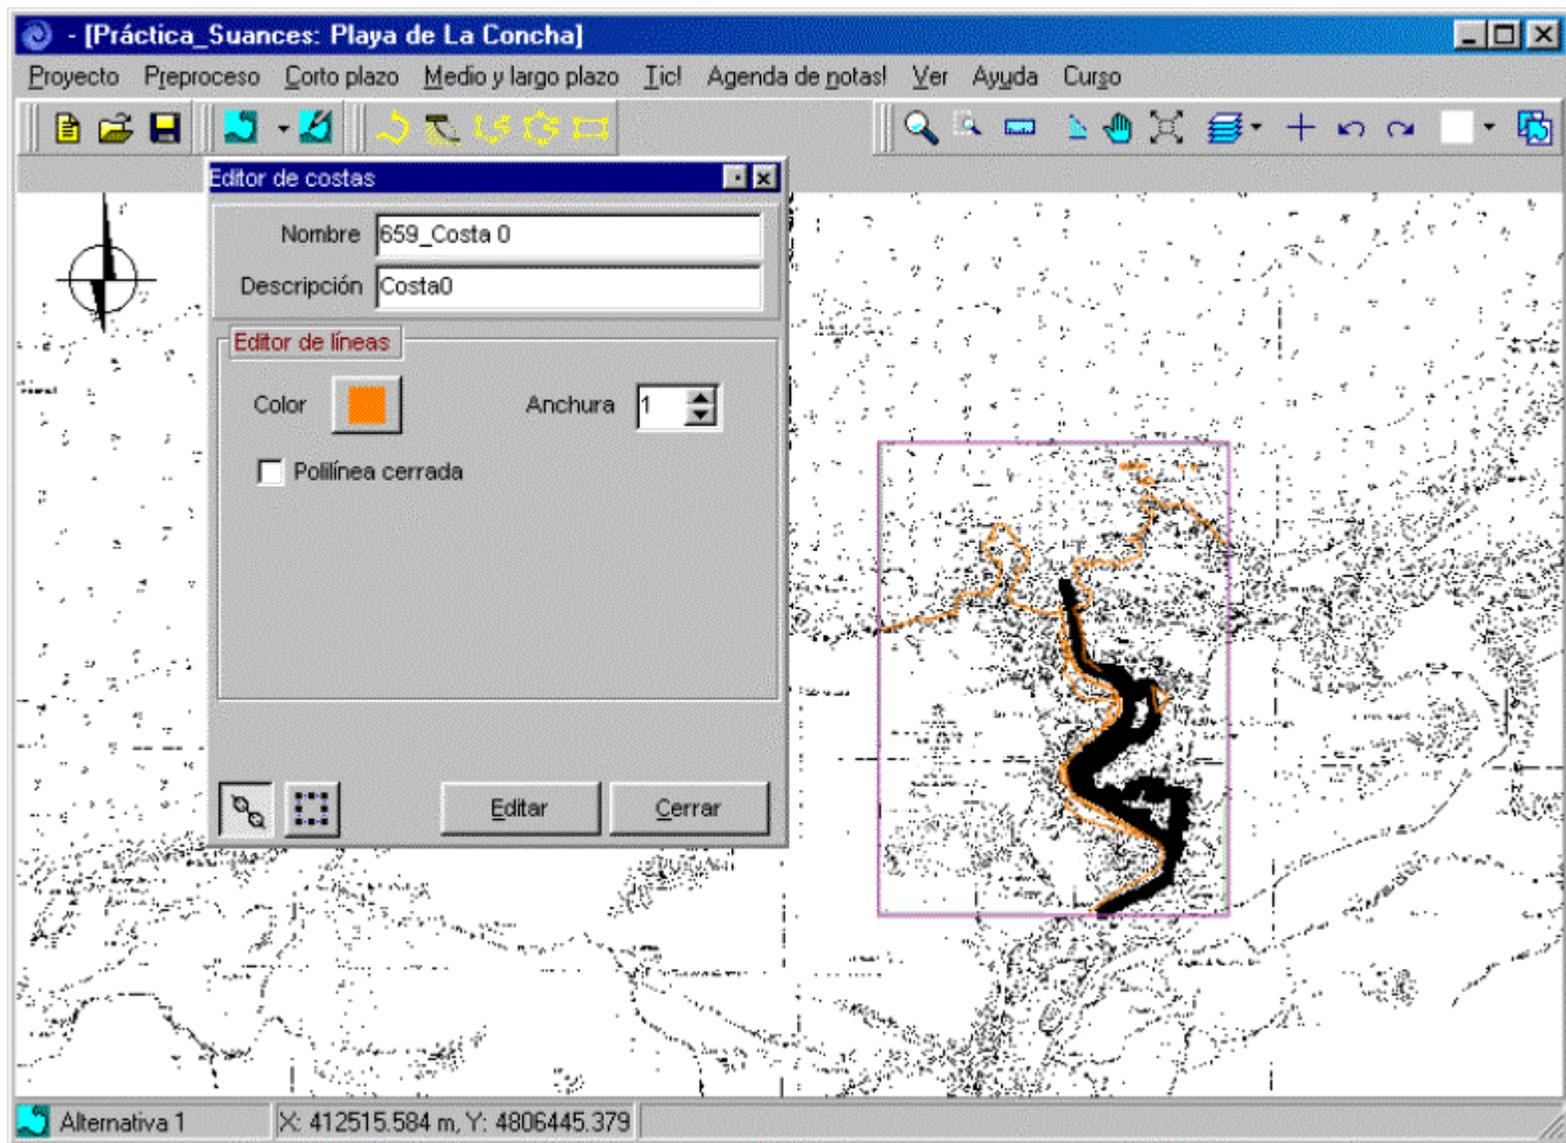

Figura 7.27
- Se procederá a editar el primero de estos segmentos y escribir, dentro de éste, la descripción de Costa0 (ver figura 7.27). Observar, cuando se edita este segmento de costa, que aparecen seleccionados los puntos pertenecientes al correspondiente segmento. A continuación, pulsar el botón “Cerrar”.